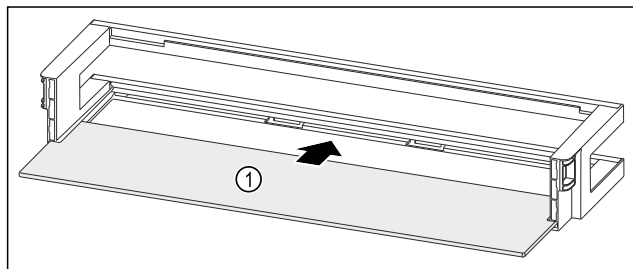

Fig. 164 Balconcino controporta con ripiano
- Inserire il ripiano Fig. 164 (1) negli incavi laterali.